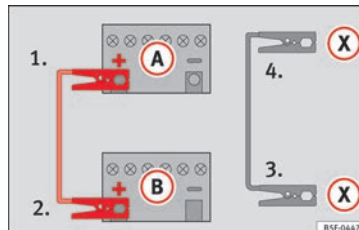

Fig. 60 Esquema de conexión para vehículos con sistema Start Stop.
- *En los vehículos con sistema Start-Stop:* emborne un extremo del cable **negro** de emergencia **X** a un terminal de masa adecuado, a una pieza de metal maciza que vaya atornillada al bloque motor o al mismo bloque motor » » » **fig. 60**.